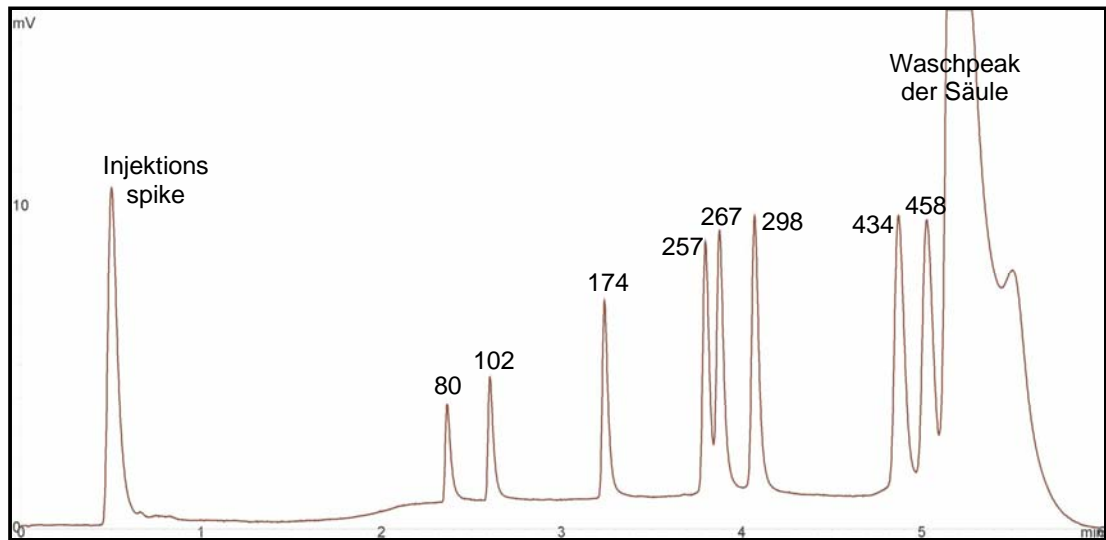

Abbildung 2 Injektion des WAVE DNA Sizing Standard mit dem K-RAS Exon 2-Gradienten (UV-Detektion). Fragmentlängen werden in Basenpaaren angegeben.
3. Zusätzlich kann vor der Probenanalyse der WAVE DNA Sizing Standard (AN 560078) getestet werden, um sicherzustellen, dass das WAVE System ordnungsgemäß arbeitet. Ein Blindlauf (0-µL-Injektion) sollte mit dem K-RAS Exon 2 Gradienten vor dem Testlauf durchgeführt werden. Dann mit dem K-RAS Exon 2-Gradienten 8 µL des WAVE DNA Sizing Standard injizieren – siehe **Abbildung 2** für erwartete Ergebnisse.